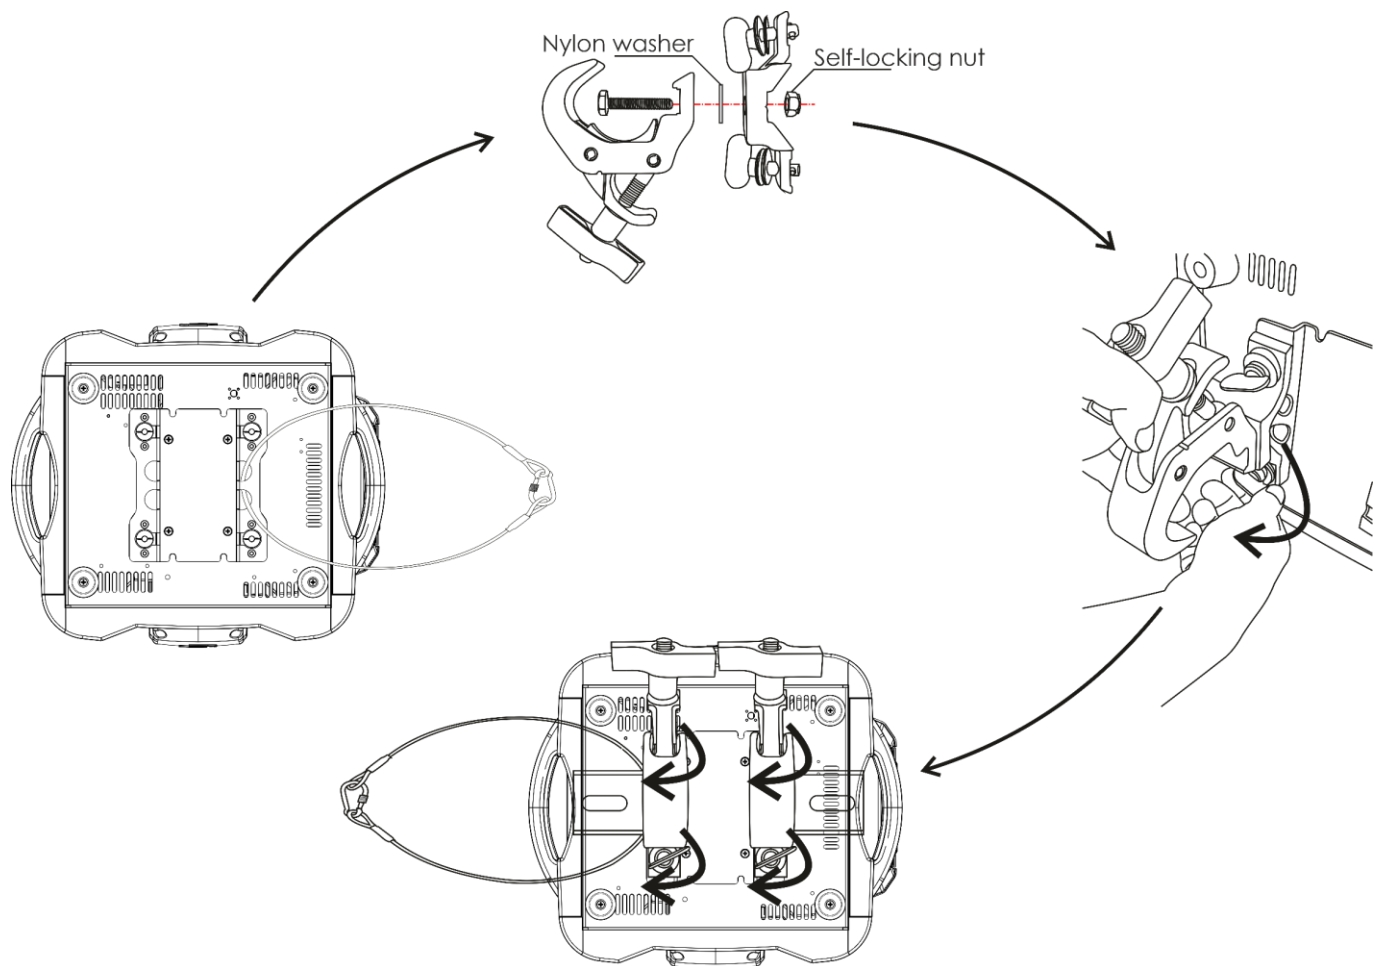

Fig. 08
- 01) Serrare le 2 staffe quick lock, fornite in dotazione con il dispositivo, sulle **staffe di montaggio per le staffe quick lock (15)**.
- 02) Installare i ganci, come indicato nella Fig. 08. Assicurarsi di servirsi dei ganci adatti per il fissaggio del dispositivo a un traliccio.
- 04) Fissare il dispositivo con una sospensione secondaria, ad esempio un cavo di sicurezza. Accertarsi che la sospensione secondaria sia in grado di sostenere un peso di 10 volte superiore al peso del dispositivo stesso. Se possibile, la sospensione secondaria dovrebbe essere fissata a una struttura portante indipendente dalla sospensione primaria. Inserire il cavo di sicurezza attraverso l'**occhiello di sicurezza (14)**, come indicato nella Fig. 08.